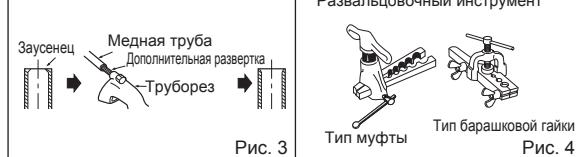

Рис. 4
- 4) Развальцовка (Рис. 4, 5). Полностью соблюдайте размеры медной трубы, указанные в таблице. Выберите А мм из таблицы в соответствии с используемым инструментом.